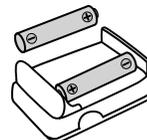
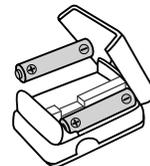

рис. 3
рис. 4
2. Вставьте два элемента питания типа AAA в отсек для элементов питания, соблюдая полярность, как показано на схеме (рис. 3 для MD300C21C, рис. 4 для MD300C33).